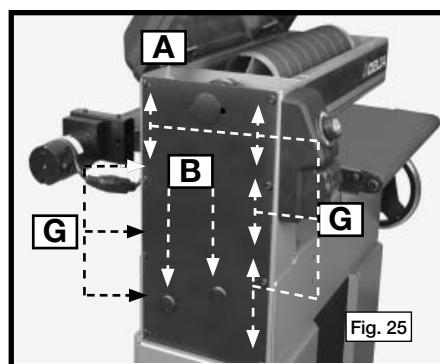

Fig. 25
1. Levante la cubierta superior del tambor (A) Fig. 25.
2. Retire los dos tapones para orificio (B) Fig. 25.
NOTA: Si no tiene una extensión de manguito, retire los pernos (G) Fig. 25 del panel para llegar a los pernos. Afloje un perno hexagonal y luego el otro para aliviar la tensión del motor. Levante un poco el motor (ubicado debajo de la máquina) para aliviar la tensión en la banda. Reemplace o cambie las posiciones de la banda en las poleas.
6. Vuelva a colocar los tapones para orificio (B) Fig. 25.